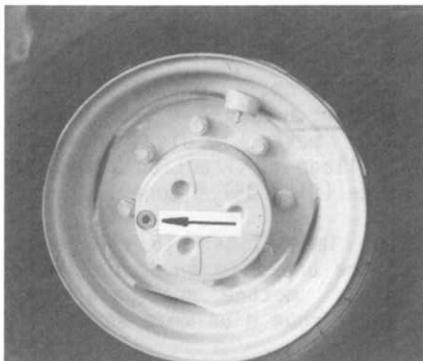

Bild 48
- (2) Aus dem Planetengetriebe Verschlußstopfen herausdrehen (Bild 48/Pfeil). Der Ölstand muß bis zur Verschlußstopfenbohrung reichen.
- (3) Hinterachse mit Vorgelege siehe Wartungsplan 2.1/2.2.
- (2) Das Rad so drehen, daß der Verschlußstopfen (Bild 48/Pfeil) in unterster Lage steht, Verschlußstopfen herausdrehen.
- (2) Unscrew the plug out of the planetary gear (fig. 48/arrow). Oil level should reach the plug bore.
- (3) Rear axe with transmission: see maintenance plan 2.1/2.2
- (2) Turn the wheel in such a way that the plug (fig. 48/arrow) is placed in the lowest position. Unscrew plug.
- (2) Dévisser le bouchon du réducteur planétaire (fig. 48/flèche). Le niveau d'huile doit atteindre le taraudage du bouchon.
- (3) Pont arrière avec transmission intermédiaire: voir plan d'entretien 2.1/2.2.
- (2) Tourner la roue pour placer le bouchon (fig. 48/flèche) tout en bas. Dévisser le bouchon.